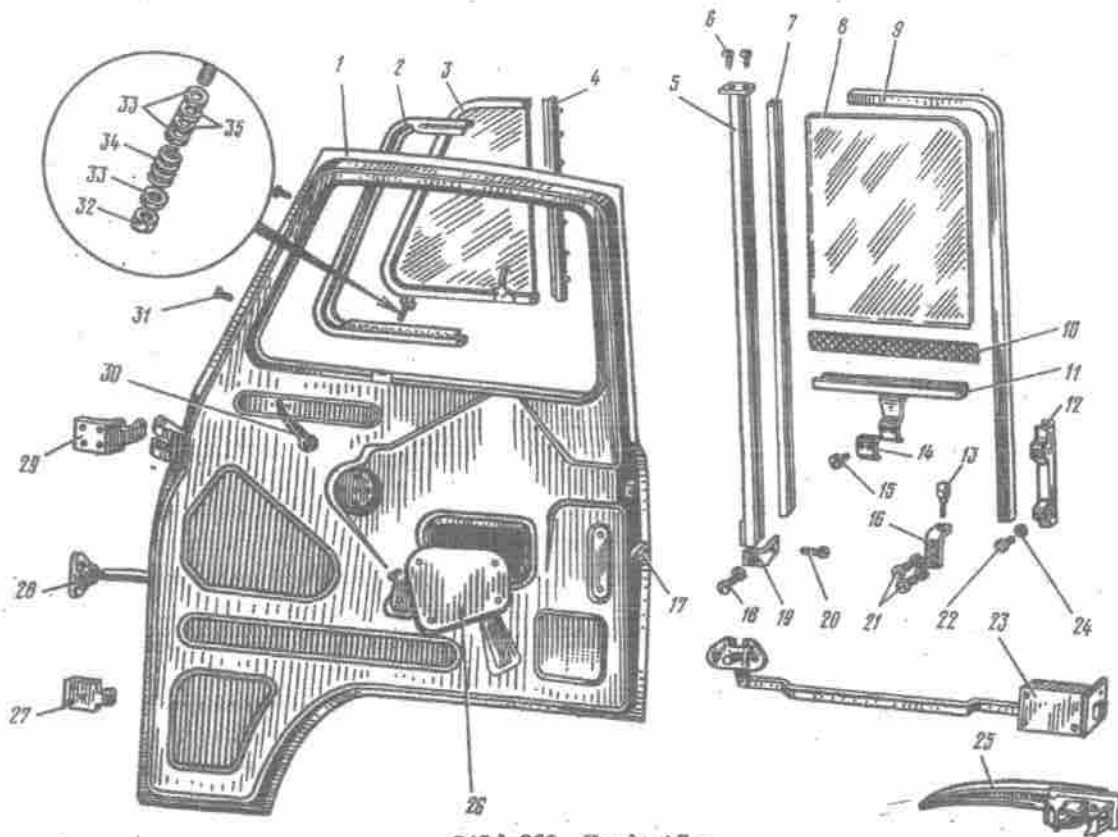

Bild 260. Vordertür:
2. Schrauben für Befestigung des äußeren Türgriffs 25 (Bild 260) herausdrehen und ihn zusammen mit dem Gehäuse abnehmen.
2. Versenkscheibe in unterste Stellung versenken und Schrauben 15 (Bild 260) für Befestigung